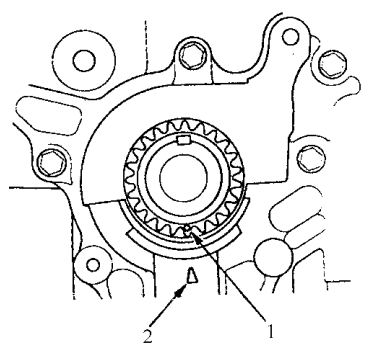

图 2-78 曲轴链轮上的 TDC 标记
1) 将曲轴置于上止点(TDC)位，如图 2-78 所示，将曲轴链轮上的 TDC 标记(1)与机油泵上的指针(2)对齐。